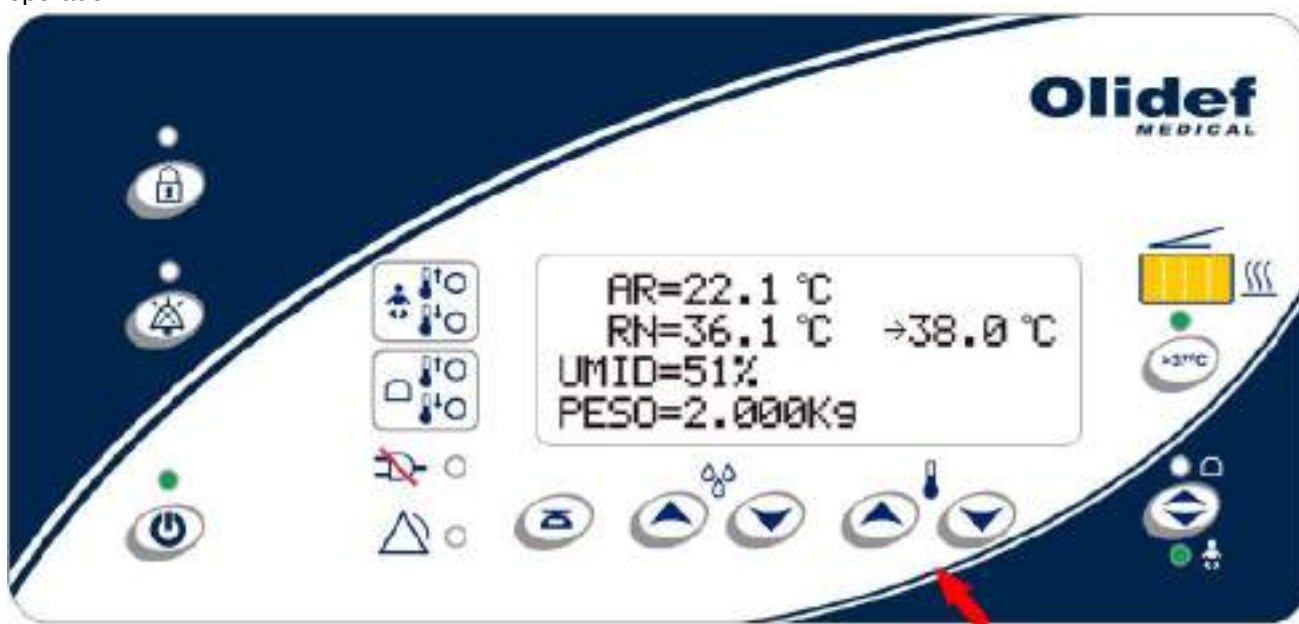

Figura 136 – Programação de temperatura do RN acima 37 °C
- No painel há um indicador proporcional de aquecimento, conforme figura 136.